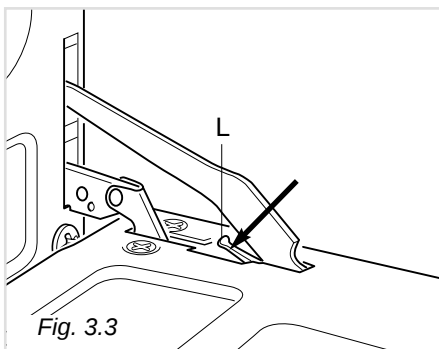

Fig. 3.3
- Presione la palanca "L" (fig. 3.3) y manteniéndola en esta posición, cierre lentamente la puerta para bloquear la bisagra.